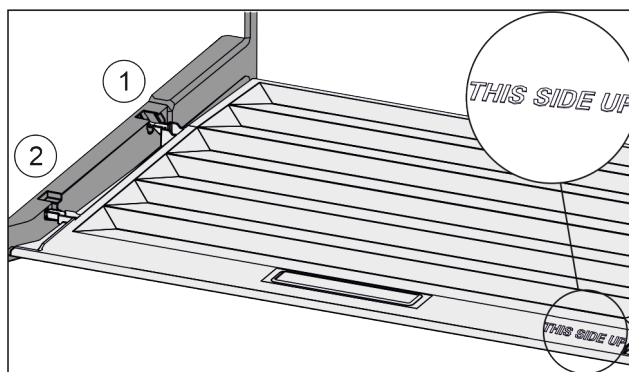

Fig. 118
- ▶ Introduzca los nervios de la tapa por la abertura del soporte trasero Fig. 118 (1) y encájelos por delante en el soporte Fig. 118 (2).